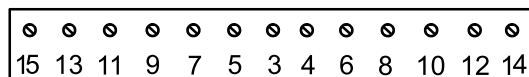

Figura 24
6. Seguindo a ordem em Figura 24, aperte os parafusos com 25,4 N·m.